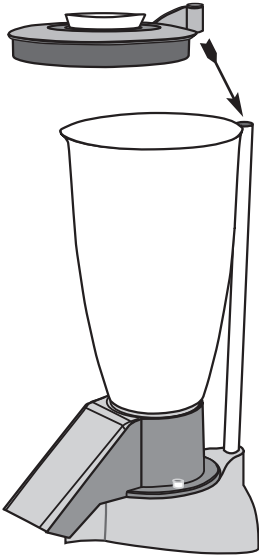
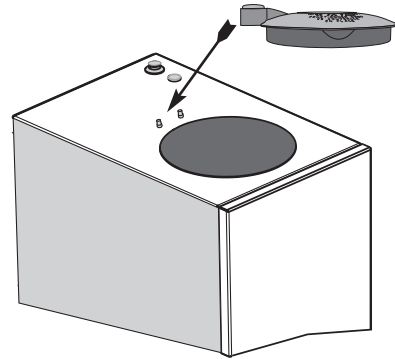

Fig. 5
Fig. 6
- 4 Para el modelo V90, introducir la tapa haciendo que coincida el sensor magnético con la punta de la varilla de acero (Fig. 5). Para el modelo V100, introducir la tapa colocando el sensor magnético entre los dos tornillos de posicionamiento (Fig. 6).